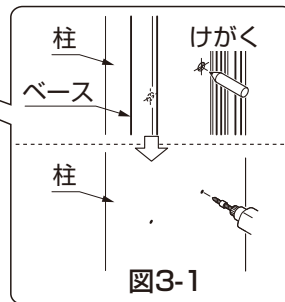

図3-1
- ①カーポート上部の六角ボルト（※1）を外します。
- ②【1-4】の六角ボルト（※1）で灯具吊金具、ベースを仮止めします。
- ③ベースの垂直を出してベースのφ5の孔で下孔位置をけがき、カーポートの柱にφ3.5の下孔をあけます。（図3-1参照）
- ④ベースを【1-2】で取付け、灯具吊金具の垂直を出して【1-4】のボルトを本じめします。
- ⑤電源ケーブルとACアダプタの電源ケーブルを結線して、自己融着テープ等で防水テーピングを施してください。（※2）
- ⑥配線ケーブル2.5mをACアダプタのDC12V出力ケーブルへ接続して、灯具吊金具に通します。